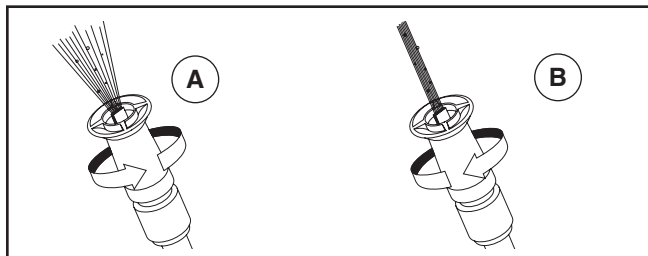

Figura 15 — Ajustar el patrón de aspersión
- El patrón de rociado se ajusta de un patrón angosto (A) a un patrón en abanico (B) girando la boquilla (Figura 15).